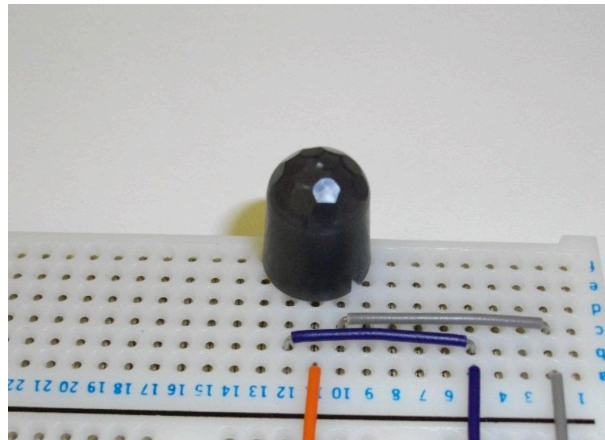

図 1: 焦電センサ
1.1 図 1 の電子部品（焦電センサ AMN31111）を次のような点から調べなさい。